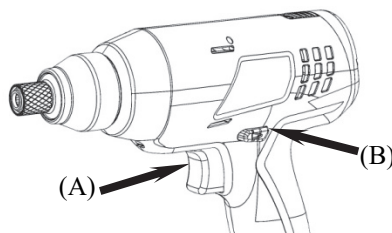

Figure. 3
Pour sélectionner le sens de rotation vers l'avant, RELÂCHER LE COMMUTATEUR (A) (voir Fig.3) et pousser le levier avant/arrière (B) (voir Fig.3) vers le côté gauche de l'outil. ◀
Pour sélectionner le sens de rotation inverse, RELÂCHER LE COMMUTATEUR (A) (voir Fig.3) et pousser le levier avant/arrière (B) (voir Fig.3) vers le côté droit de l'outil. ►